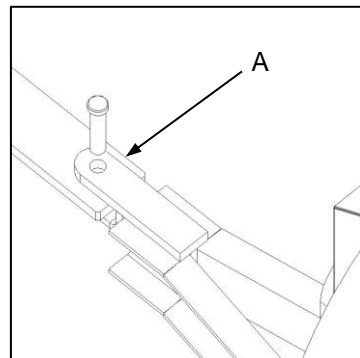

Fig. 2
- ⊖ Only a single-tab towing hitch (Fig. 2-A) should be used on the tractor to engage with the implement towing hitch. Failure to observe these requirements will result in damage to the implement hitch and other failures not covered under warranty.
- ⊖ Slegs 'n enkelliptrekstang (Fig. 2-A) moet aan die trekker gebruik word om die implement mee aan te haak. Versuim om hierdie vereistes na te kom sal lei tot skade aan die implementhaak en ander onklaarraking wat nie deur die waarborg gedek word nie.